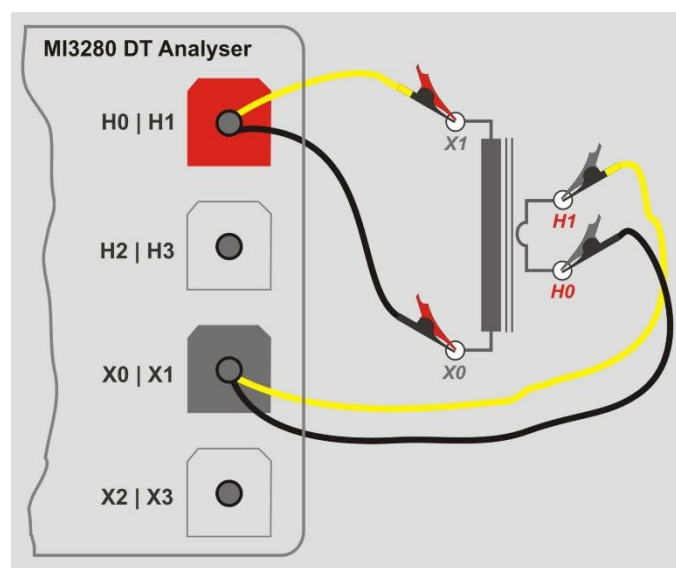

Abbildung 11.10: Einphasen-CT-Transformator Messung des Windungsverhältnisses
11.2.1.2 Stromwandler (CT)
Zur Messung des Einphasigen Stromwandler (CT) müssen Sie den **H1|H0** Stecker (roter Anschluss: schwarze und gelbe Leitungen) und den **X1|H0** Stecker (grauer Anschluss: schwarze und gelbe Leitungen) an die entsprechenden Buchsen des MI 3280 anschließen, wie in *Abbildung 11.10* dargestellt. Bitte beachten Sie, dass bei der Messung des Stromwandlers die Hochspannungswicklung an den H Klemmen und die Niederspannungswicklung an den X Klemmen angeschlossen ist.
- Verbinden Sie den VT/PT-Transformator wie in *Abbildung 11.10* dargestellt.